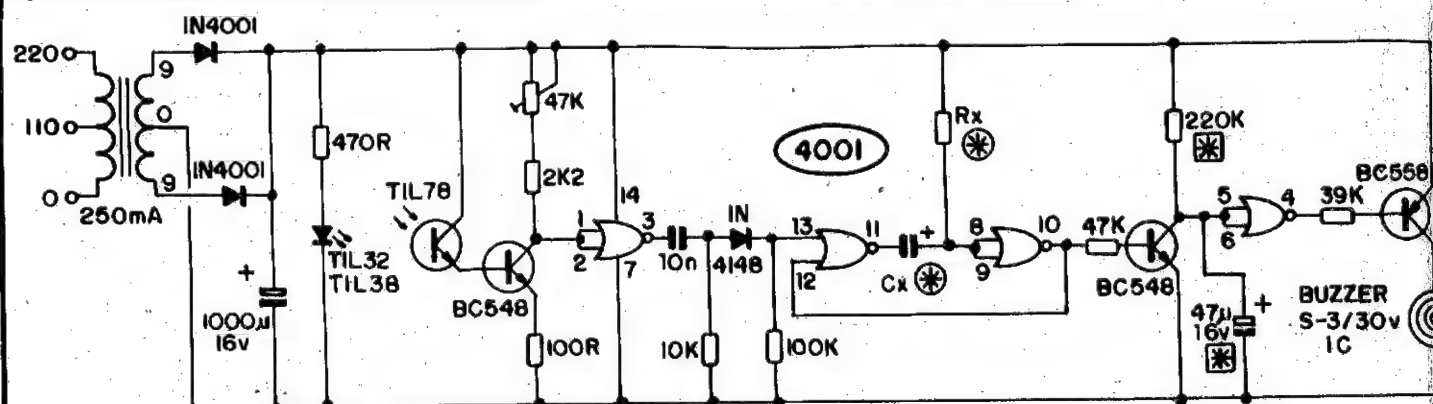

Fig. 1
- **FIG. 1 - O CIRCUITO** - Sem nenhuma "figurinha difícil" em termos de componentes, o arranjo circuitual do ANARO é uma verdadeira obra prima de simplicidade com eficiência: uma fonte própria, convencional, alimenta o circuito com transformador (secundário de 9-0-9V x 250mA), diodos (1N4001) de retificação e capacitor eletrolítico de "armazenamento" e filtragem (1000u - 16V). O sistema de sensoreamento, "sem contato físico", é feito por métodos opto-eletrônicos: um LED (diodo emissor de luz) infra-vermelho, tipo TIL32 ou TIL38, protegido por resistor de 470R, funciona como "emissor de feixe", enquanto que um foto-transistor tipo TIL78 trabalha na "recepção" do reflexo luminoso invisível (mais detalhes da parte puramente ótica, no final...). O TIL78 está arranjado em **Darlington** com um transistor "universal", BC548, de modo a obter-se o maior ganho possível, assegurando a sensibilidade do sistema... "Carregado" em emissor por um resistor de 100R, e em coletor por um conjunto formado de resistor fixo de 2K2 e trim-pot de 47K (através do qual a sensibilidade pode ser ajustada exatamente para as